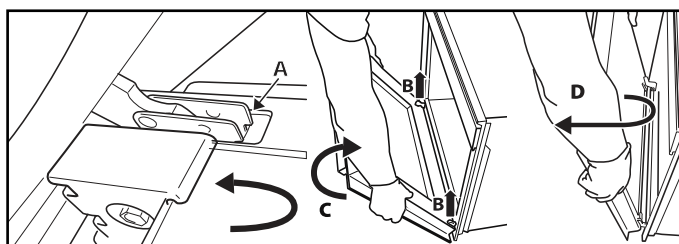

Fig. 2
3. Luk ovndøren så meget som muligt (A), løft den (B) og drej den (C), til den frigøres (D) (fig. 2).